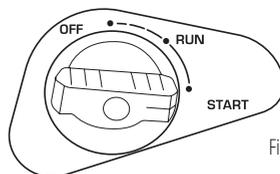

Fig. 4
4. Coloque la palanca de la válvula de aire en la posición "OFF" (fig. 4).